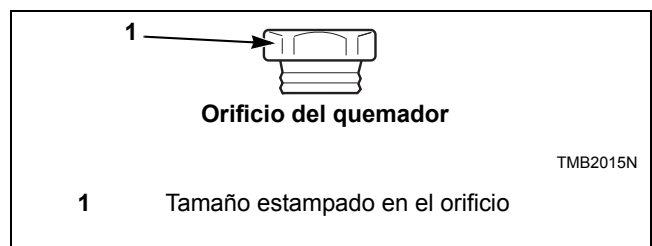

Figura 17
3. Instale los orificios del quemador correctos nuevos. Consulte la *Figura 17* y la *Tabla 1*. Apriete cada uno a 9 – 10 Nm.
4. Vuelva a instalar el conjunto del portador de mechero en la válvula de gas, asegurándose de que los orificios del quemador estén alineados con la abertura del tubo del quemador. Consulte la *Figura 17*.